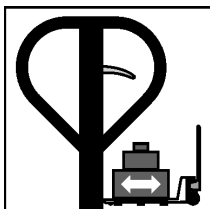

Fig. 8 – Transportando a carga
- Posicione a alavanca no centro para transportar a carga, conforme fig. 8;